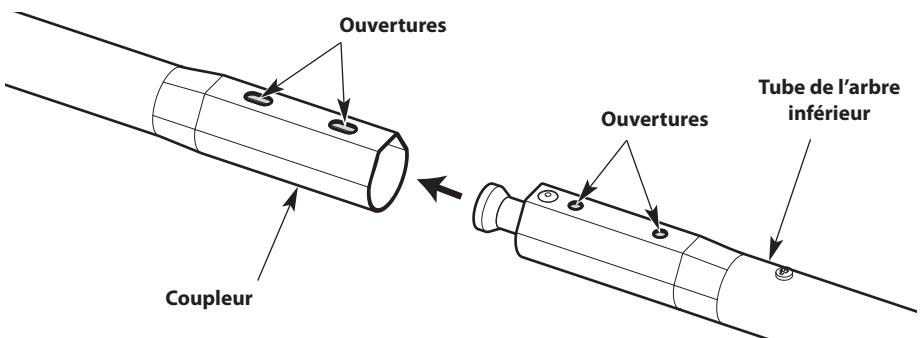
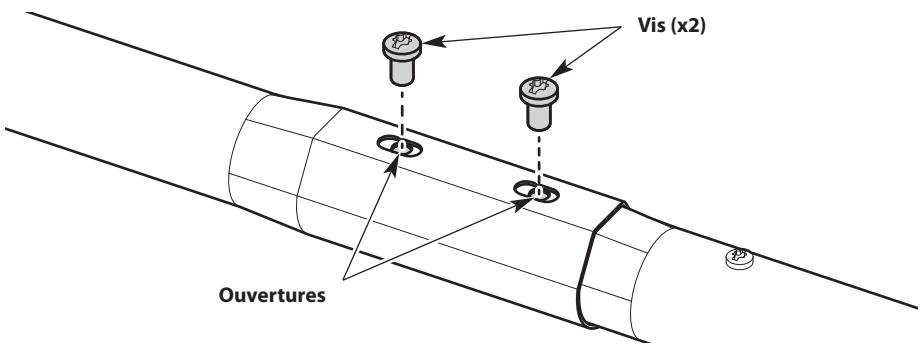

Fig. 5
Fig. 6
2. Retournez la partie supérieure de l'unité. Les orifices situés sur le coupleur doivent être orientés vers le haut (Fig. 5).
3. Retournez la partie inférieure de l'unité. Les orifices situés sur le tube inférieur de l'arbre doivent être orientés vers le haut (Fig. 5).
4. Enfoncez le tube inférieur de l'arbre dans le coupleur (Fig. 5). Les orifices situés sur le tube inférieur de l'arbre devraient s'enligner avec ceux du coupleur (Fig. 6).
5. Insérez les vis (2) dans les orifices en alignés (Fig. 6).